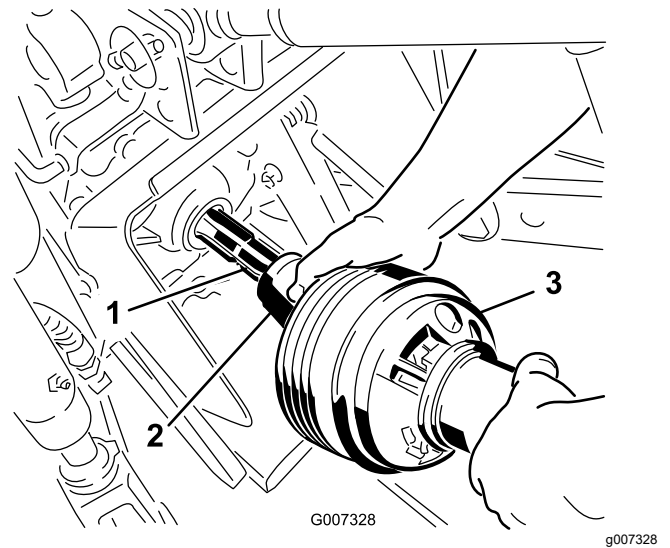

Figure 12
4. Assemblez la section extérieure de l'arbre de transmission de la PDF sur l'arbre de sortie de la PDF du groupe de déplacement (Figure 12).
- 9. Assemblez la section extérieure de l'arbre de transmission de PDF sur l'arbre de PDF du groupe de déplacement (Figure 12).